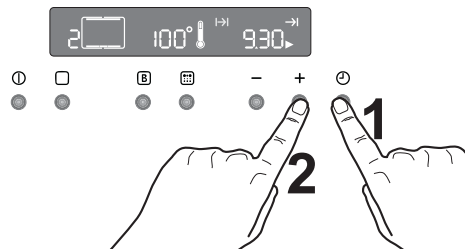

Abb. 11
2. Drücken Sie die Taste , bis die Funktion für das Ende der Garzeit  ausgewählt ist und das entsprechende Symbol blinkt. Auf der Bedienblende wird das Ende der Garzeit (aktuelle Uhrzeit plus angegebene Gardauer) angezeigt - (Abb. 11).